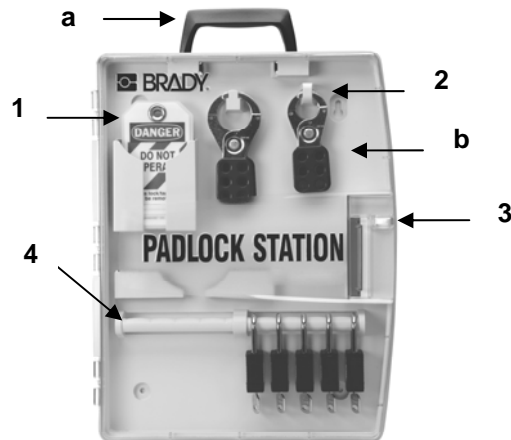
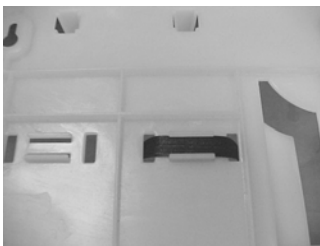
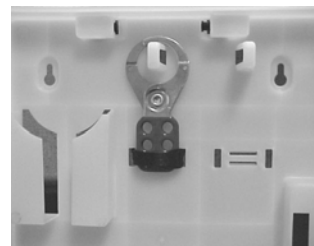

Figure 1
Figure 2
Figure 3
2. Face the back side of the station towards you. Locate the slots for the velcro straps (see **Figure 1**). Insert one end of the velcro strap through one of the slots. Slide the other end through the guides located on the back of the station. Push the end through the adjacent slot (see **Figure 2**). When carrying the station, fasten the ends of the velcro straps around the hasps to secure them in place (see **Figure 3**).
2. Orienter la partie arrière de la station vers vous. Repérer les fentes pour les courroies en Velcro (voir la **Figure 1**). Insérer une extrémité de la courroie en Velcro dans l'une des fentes. Glisser l'autre extrémité dans le guides situés à l'arrière de la station. Pousser l'extrémité dans la fente adjacente (voir la **Figure 2**). Pour transporter la station, attacher les courroies en Velcro autour des morillons pour les fixer en place (voir la **Figure 3**).